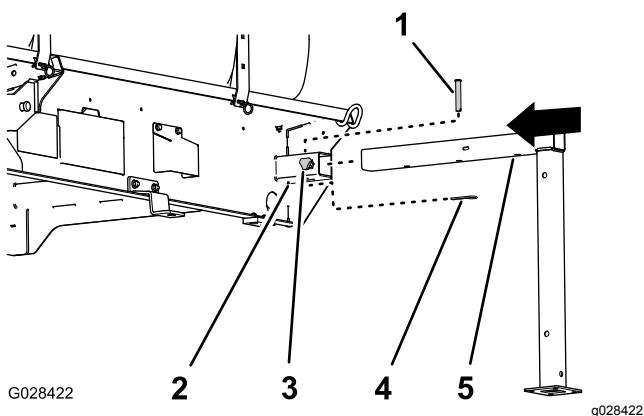

Рисунок 130
1. Совместите переднюю подъемную опору с гнездом под опору в передней части бака (Рисунок 130).
трубке подъемной опоры было совмещено с отверстием в верхней части гнезда (Рисунок 130).
4. Заверните рукоятку в гнездо, затянув от руки (Рисунок 130).